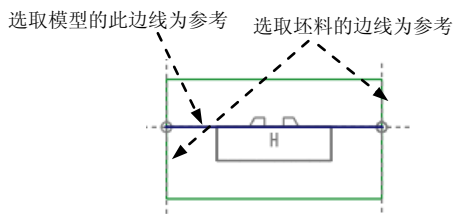

图 18.9 截面草图
(3) 进入草绘环境后，选取图 18.9 所示的坯料边线和模型边线为草绘参考，然后绘制截面草图（草图为一水平直线），如图 18.9 所示。完成特征截面的绘制后，单击“草绘”操控板中的“确定”按钮 。